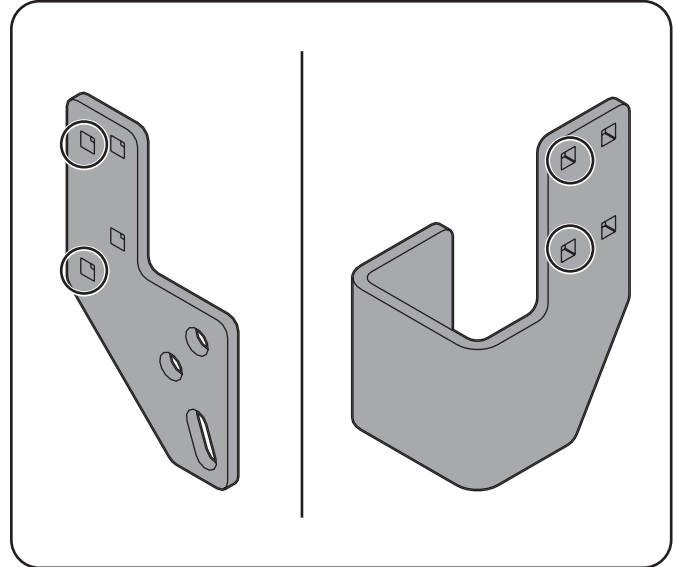

Figure 1-5
1. Use la Figure 1-5 a continuación para determinar las ubicaciones adecuadas de los orificios de montaje de las ménsulas de rodillo del lado izquierdo y derecho (n.º 6 y n.º 7) para su kit.